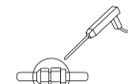

Figura 5-4
- 5.4 Controllare perdite di liquido refrigerante presso l'accoppiamento con l'apposito rilevatore per fuoriuscite di gas, come indicato nella Figura 5-4.